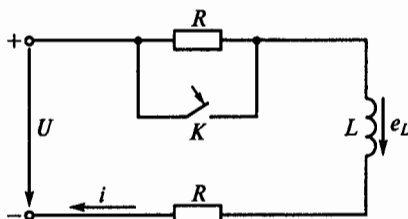

Рис. 146
**4.13.Р.** Каким будет начальное значение ЭДС самоиндукции  $e_L(0+)$  при замыкании ключа  $K$  на рис. 146?